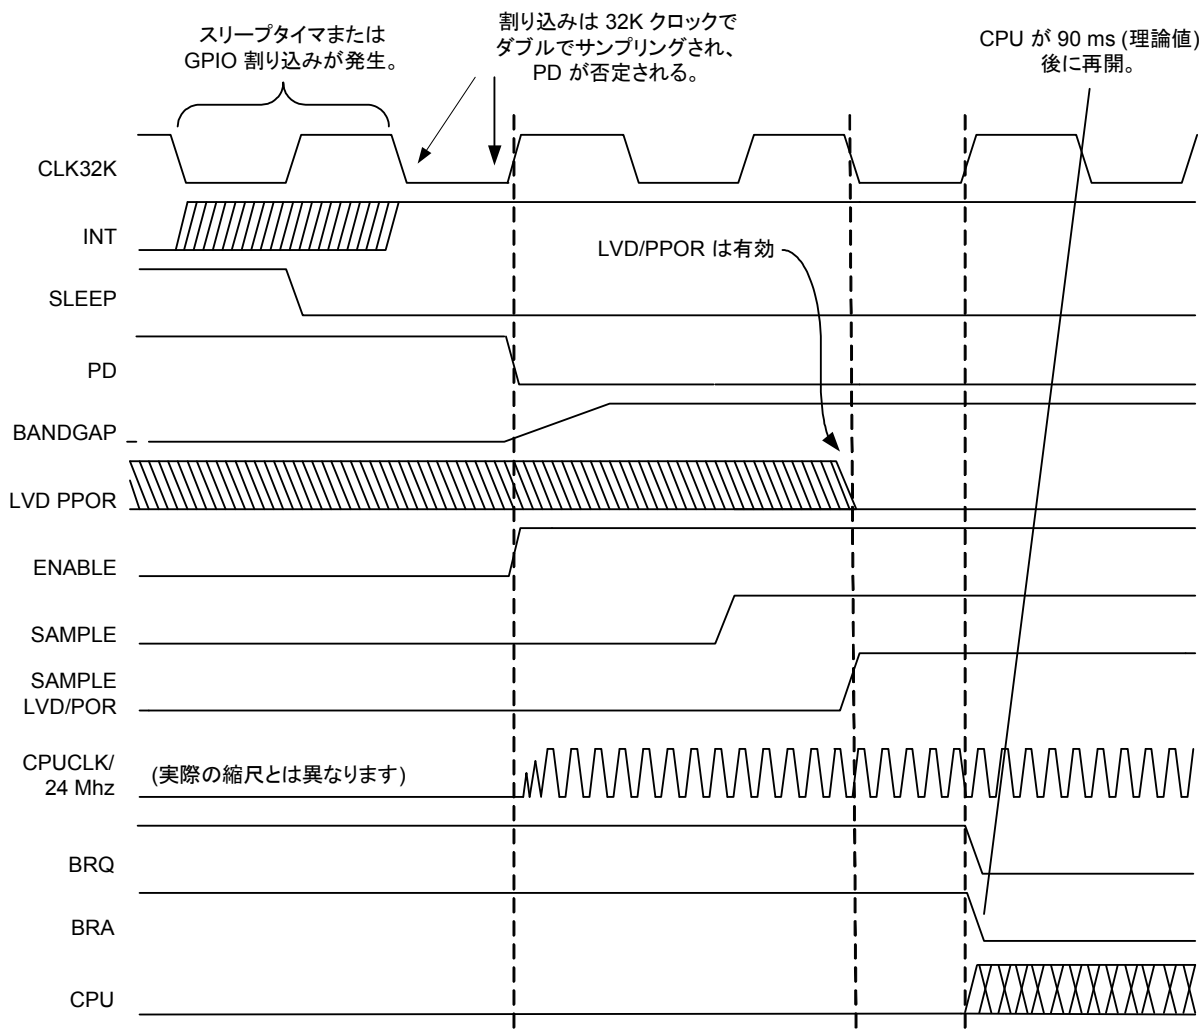

図 12-2. 復帰シーケンス
ウェイクアップシーケンスは、CPU が最初の読み取りアクセスをアサートする前にフラッシュメモリモジュールに電源供給の時間が十分与えられるように、スタートアップ遅延をシーケンスする 32 kHz クロックと同期されます。遅延の別の理由は、IMO、バンドギャップ、および LVD/POR 回路をシステムで実際に使用される前に立ち上げておくためです。図 12-2 で示すように、ウェイクアップシーケンスは次のようになります。
4. 32 kHz クロックの次の負のエッジ (約 15 μ s 後、理論値) で、BRQ 信号がスリーププロジック回路によって否定されます。次の CPUCLK で、BRA が CPU によって否定され、命令の実行が再開されます。図 12-2 では、フラッシュ、IMO、およびバンドギャップのような固定関数クロックはスタートアップに約 15 μ s かけている点に注意してください。